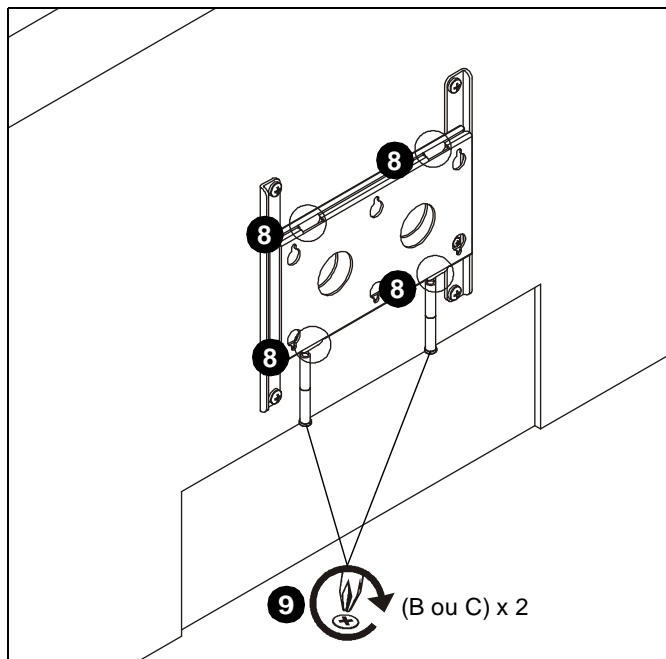

Figure 12
8. Assurez-vous que les quatre onglets de la plaque frontale sont bien fixés en place dans les fentes correspondantes du support mural. (Voir figure 12)
9. Insérez deux vis (B ou C) pour fixer la plaque frontale au support mural. (Voir figure 12)